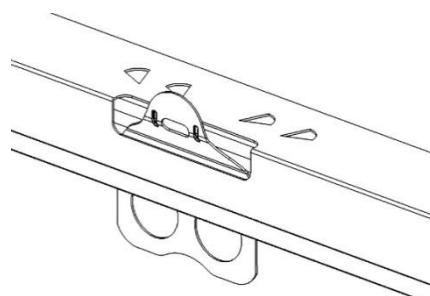

Рис. 6-7 Замок на стальной окантовке
- При разборке деревянных ящиков со стальной окантовкой сначала разогните замки до формы, показанной на Рис. 6-7, при помощи плоскогубцев или аналогичного инструмента. При разборке деревянных ящиков, скрепленных гвоздями, сначала снимите верхнюю крышку вместе с гвоздями, затем разберите остальные элементы. Для защиты от мелких травм используйте защитные хлопковые перчатки.